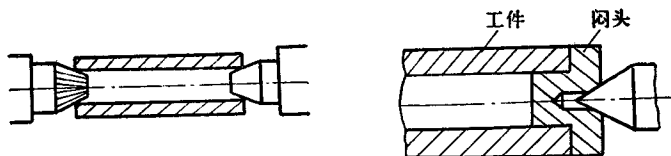

图15 用伞形顶针安装工件。 图16 用辅助中心孔安装工件。
(11) 车削较长的套类工件时，一般是先车好内孔，然后以内孔作为基准来车外圆的。但这时不可能用这样长的心轴，因此必须用伞形顶针(或大顶针)来顶住工件(如图15)。如果没有伞形顶针，就可以在工件两端镗两块辅助中心孔(如图 16)，俗称闷头。
(12) 在较长的轴类工件上钻孔或镗孔时，这时可以采用一